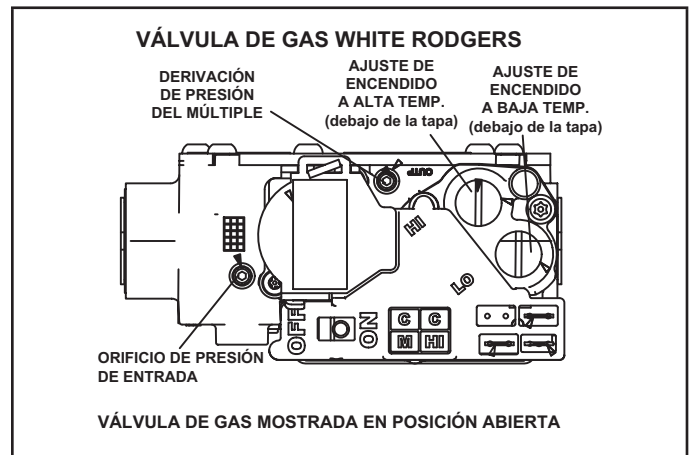

FIGURA 57
Operación de la válvula de gas ("FIGURA 57")
- 6 - Mueva el interruptor en la válvula de gas a la posición **APAGADO**. Ver la "FIGURA 57".
- 8 - Mueva el interruptor en la válvula de gas a la posición **ENCENDIDO**. Ver la "FIGURA 57"
Un tapón roscado de presión de entrada en la válvula de gas permite acceso a la presión de suministro. Ver la "FIGURA 57". Retroceda el tornillo hexagonal de 3/32 una vuelta, conecte un tubo de 5/16 y conéctelo a un manómetro para medir la presión de suministro. Ver la "TABLA 17" para la presión de la línea de suministro.
Un tapón de presión del múltiple en la válvula de gas permite acceso a la presión del múltiple. Ver la "FIGURA 57". Retroceda el tornillo hexagonal de 3/32 una vuelta, conecte un tubo de 5/16 y conéctelo a un manómetro para medir la presión del múltiple.
- 5 - Haga ajustes si es necesario. La "FIGURA 57" muestra la ubicación de los tornillos de ajuste de encendido de alta y baja temperatura.